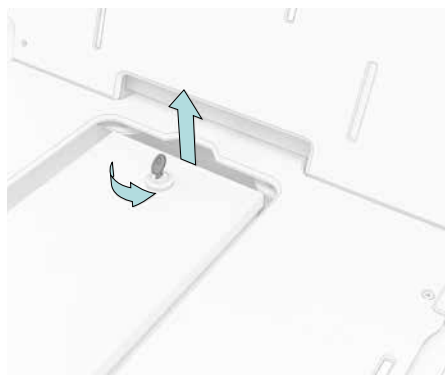

Fig. 20
2. Ouvrez le cadenas et le couvercle du compartiment de batterie vers le haut (fig. 20).